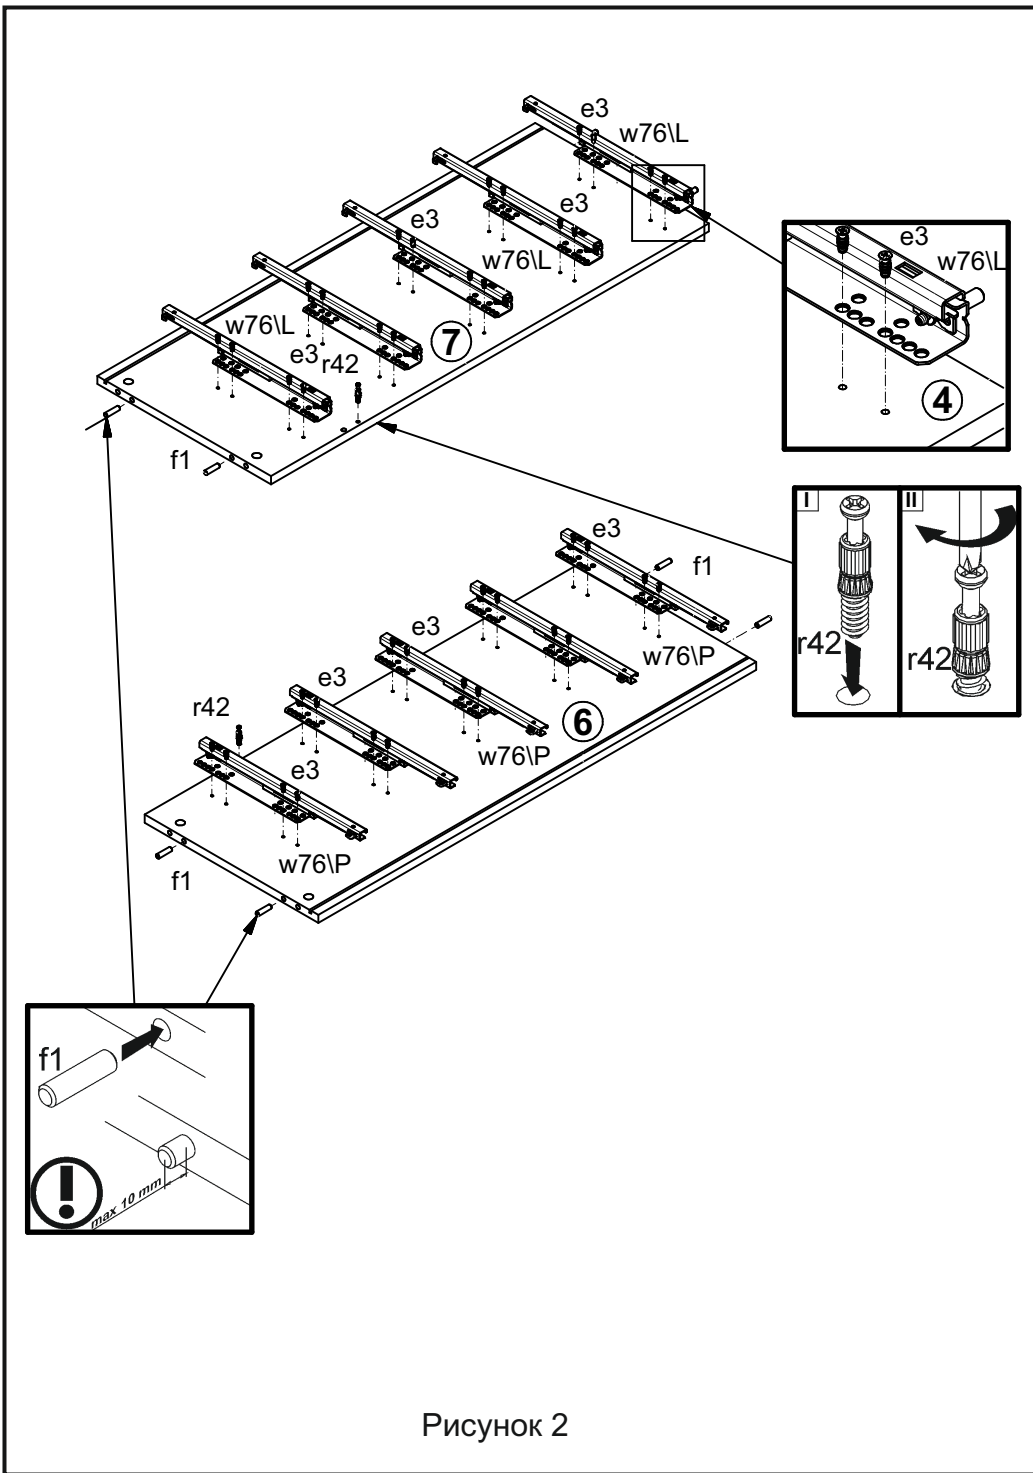
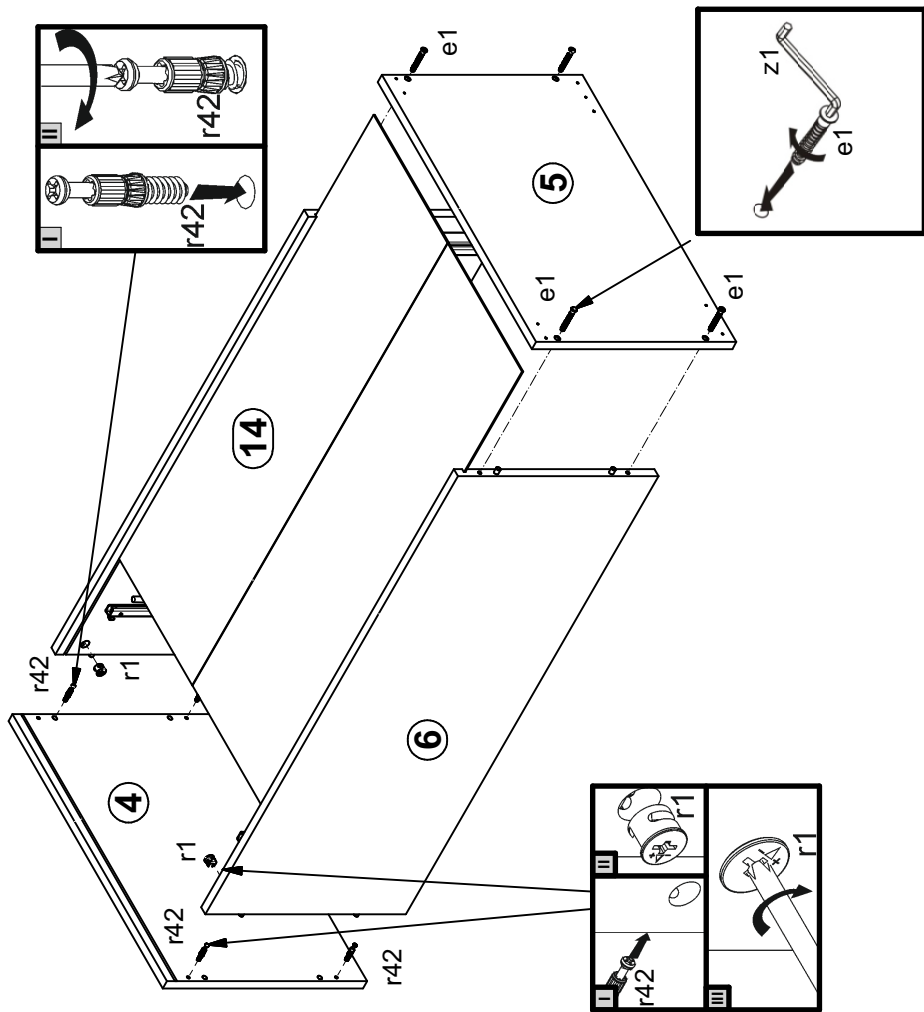

Рисунок 2
Рисунок 4
4.2 В отверстия  $\varnothing 8$  мм на верхних и нижних кромках стенок боковых 4 и 6 (см. рис. 2) и в торцах планки декоративной рифленой 12 вбить деревянные шканты f1 (см. рис. 3).
4.3. В отверстия  $\varnothing 4$  мм на внутренних поверхностях стенок 4,6 еврошурупами e3 закрепить по 5 комплектов направляющих w76\lL и w76\lP (см. рис. 2).
4.4. В отверстия  $\varnothing 5$  мм на внутренних поверхностях стенок 4,6 (см. рис. 2), на нижней поверхности щита верхнего 7 (см. рис. 4) вкрутить винты стяжки r42.
4.5. В отверстия  $\varnothing 15$  мм на задней поверхности планки декоративной рифленой 12 (см.рис. 3), на внутренних поверхностях стенок 4,6 (см.рис. 4) вставить стяжки эксцентриковые r1.
4.7. Присоединить щит 7 к стенкам 4, 6 с помощью шкантов f1, затянуть стяжки эксцентриковые r1, пользуясь отверткой, вставить стенку заднюю 14 в пазы в деталях 4, 6, 7. Передние стяжки закрыть заглушками s2 (см. рис. 4).
4.8. Присоединить щит 5 к стенкам 4, 6 с помощью шкантов f1, затянуть конформаты e1 на нижней поверхности щита 5 пользуясь ключом z1 (см. рис. 4).
4.16. Закрывать передние эксцентриковые стяжки на стенках боковых 4,6 заглушками s2 (см. рис. 4).